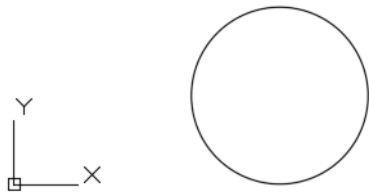

图 2-54 绘制的一个圆
2) 在功能区“默认”选项卡的“绘图”面板中单击“圆心，半径”按钮, 绘制图 2-54 所示的一个圆，具体的操作过程如下。